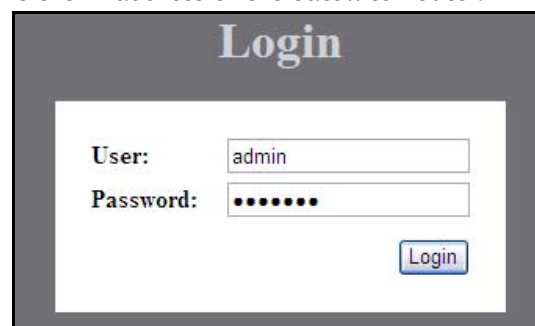

Figure 38. Evolution X1 Login Page
3. On the Login page (Figure 38):